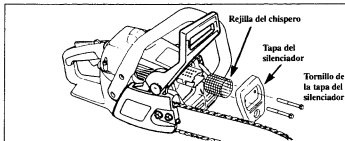

Figura 32
- 2. Quitar los tornillos de la tapa del silenciador y la tapa del silenciador. Figura 32.
- 3. Quitar el tornillo del chispero. Figura 32.